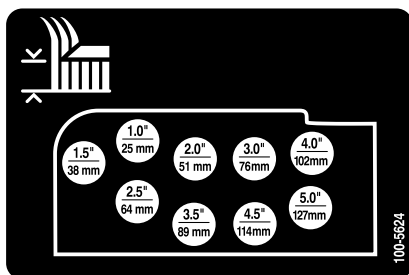

Figure 25
10. Montez les chaînes de hauteur de coupe dans le trou correspondant à la hauteur de coupe voulue à l'aide de l'axe de chape et de la goupille fendue (Figure 25).